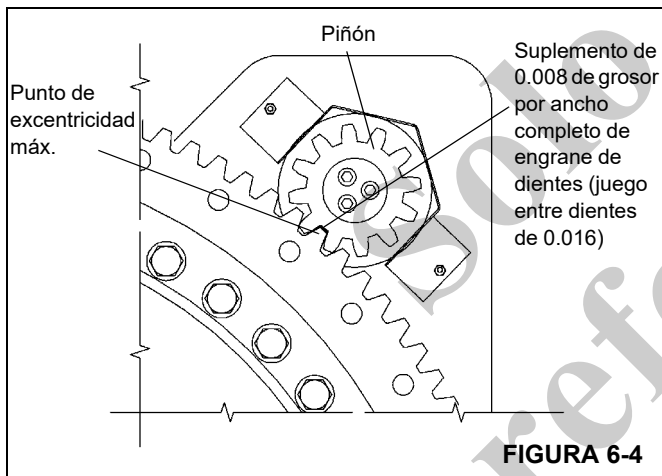

FIGURA 6-4
5. Instale el piñón del mecanismo alineándolo con el punto alto (excentricidad máxima) del cojinete de la plataforma de giro. Utilice un suplemento de 0.203 mm (0.008 pulg) de grosor para revisar el juego entre dientes (Figura 6-4). Si es necesario mover el piñón para obtener el juego entre dientes apropiado, consulte a su distribuidor local.